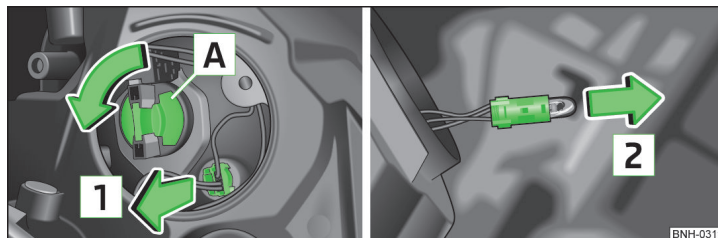

Fig. 151 Bombillas de la luz de carretera, de marcha diurna y de posición
- Girar el portalámparas **A** » fig. 151 hasta la tope en el sentido de la flecha y extraerlo.
- Extraer el portalámparas con la bombilla con movimientos de vaivén en el sentido de la flecha **1** » fig. 151.